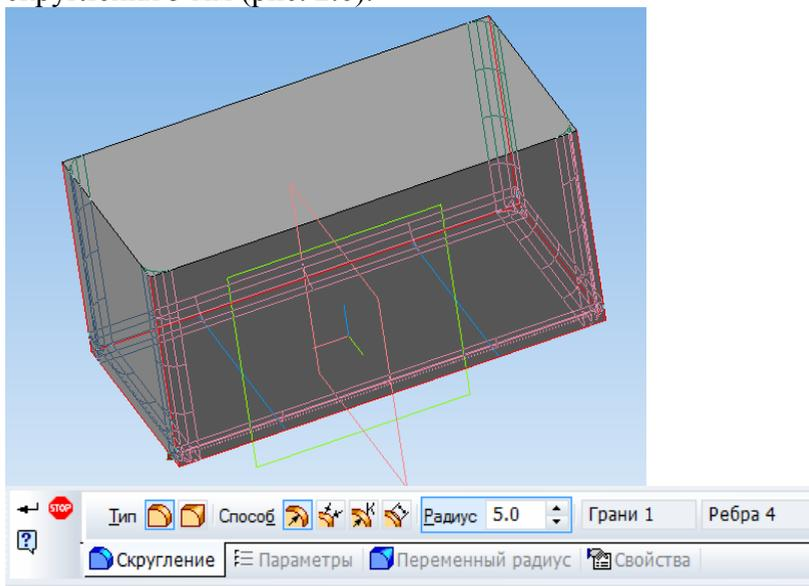

Рис. 2.6. Операция скругления
4. Необходимо скруглить ребра у дна и четыре вертикальных. Для этого их надо выбрать в группу щелкая левой кнопкой мыши поочередно с нажатой кнопкой **Ctrl**. Затем выбрать кнопку **Скругление** и в панели свойств задать радиус скругления 5 мм (рис. 2.6).